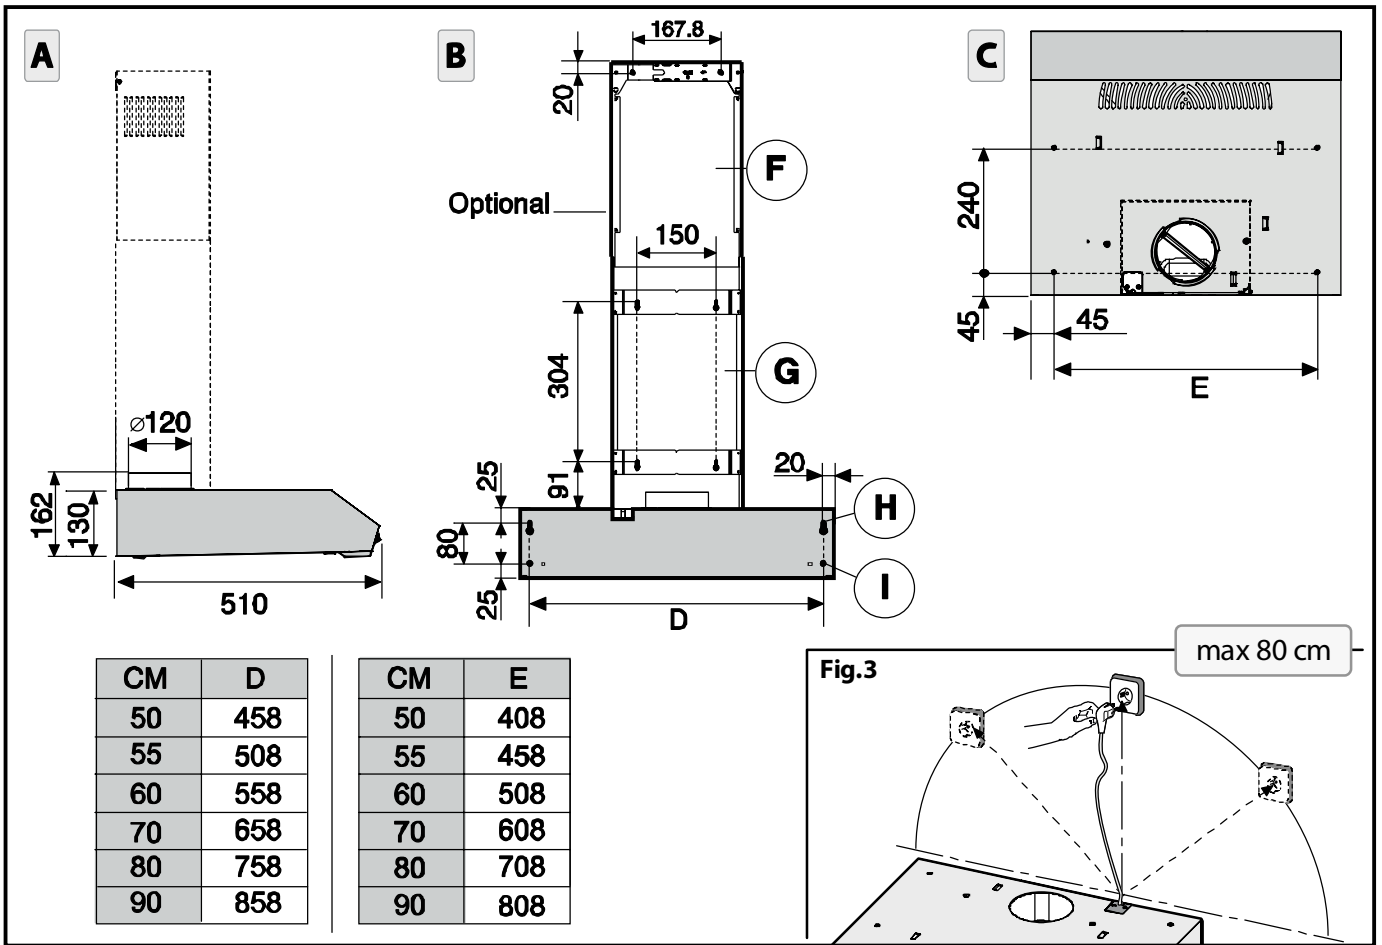

Fig.2
- 1. Fixation de la hotte sous un meuble haut (Fig.2):**
- 2. Fixation murale de la hotte (Fig.2):**